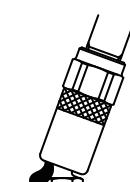

Fig. 5
4) グリースガンのハイドロチャックをグリースニップルから取り外してください。圧力がかかっているため、いきなり引っ張るとグリースニップルの頭部を折る恐れがあります。ハイドロチャックを斜めに傾けて内圧を抜き、爪の噛み付きを緩めると、簡単に取り外すことができます。(Fig. 5)